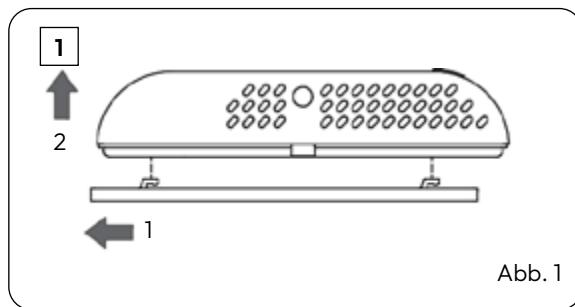

Abb. 1
- 1** Lösen Sie die Wandhalterung vom Raumthermostat, wie in Abb. 1 dargestellt.